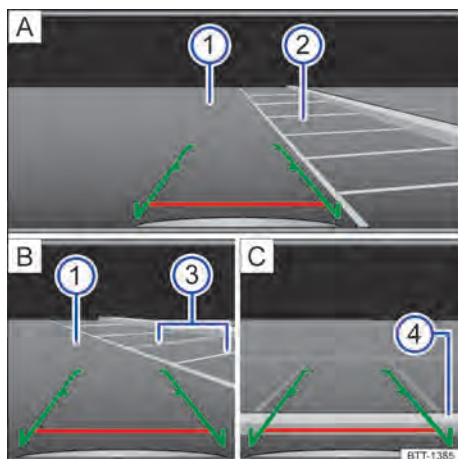

Fig. 92 Exibição do display do rádio ou do sistema de navegação: entrar na vaga de estacionamento com a câmera de marcha a ré (representação esquemática).
Legenda para → Fig. 92:
- Posicionar o veículo na frente da vaga de estacionamento → Fig. 92 .